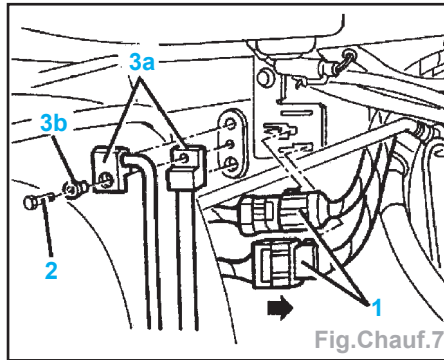

Fig. Chauff.7
- Dans le compartiment moteur, dégager les câbles électriques (1) du support, en les déplaçant dans le sens des flèches (Fig. Chauff.7).
- Déposer la vis (2), détacher les tuyaux (3a) et récupérer la bague (3b).
Nota : remplacer les joints (de couleur vert pour R134a) des tuyaux (3a) (Fig. Chauff.7) et lubrifier les filetages des raccords avec de l'huile antigel.